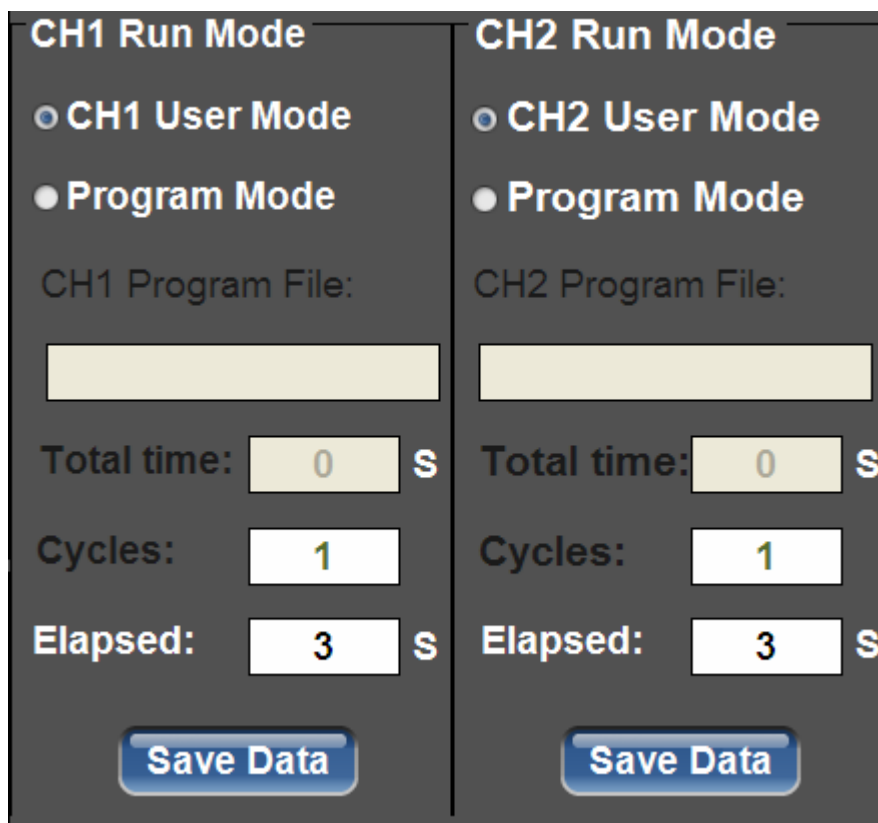

图 34
7、CH1 和 CH2 通道运行模式选择, 如图 34—35 所示;